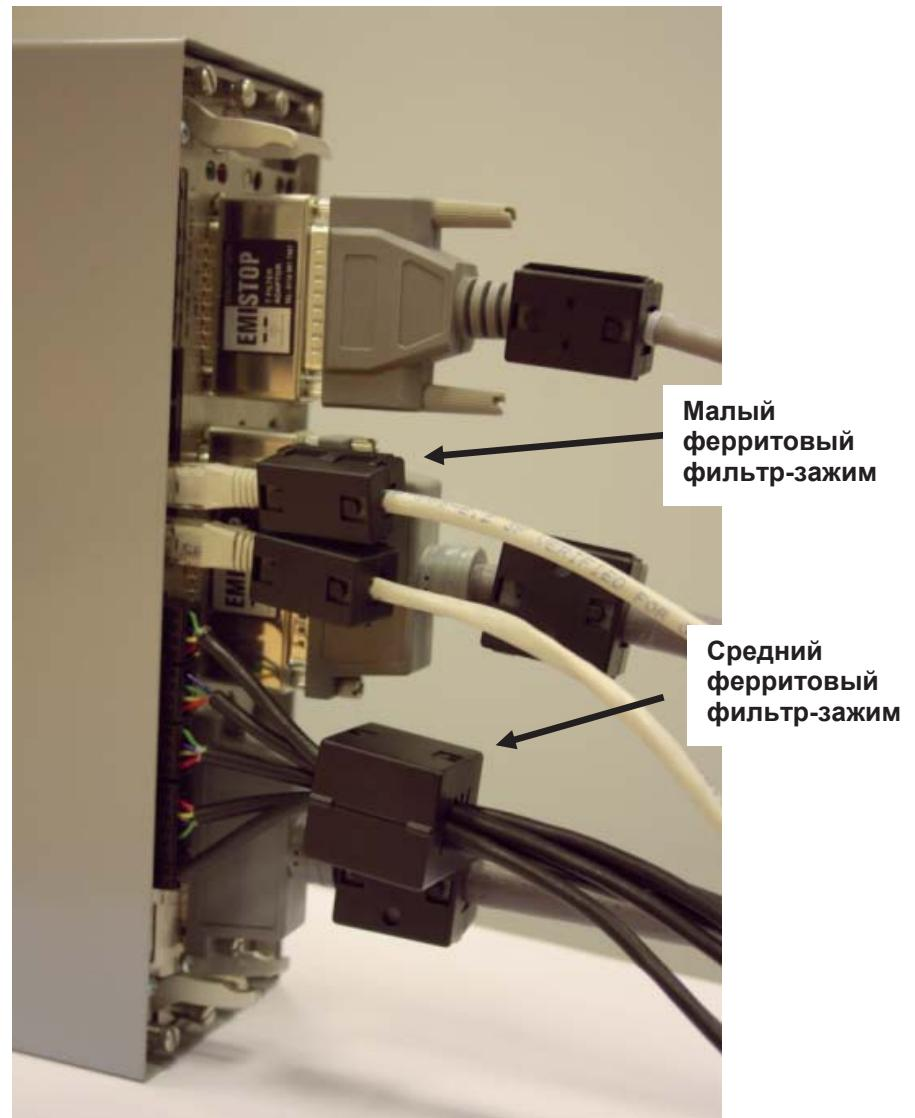

Рисунок 2-16. Фильтры-зажимы на проводке я ЦПУ, COM и Ethernet
8. Прикрепите средний ферритовый фильтр-зажим к проводке COM 5, 6, 7 и малый ферритовый фильтр-зажим – к кабелю Ethernet (см. рисунок 2-16).